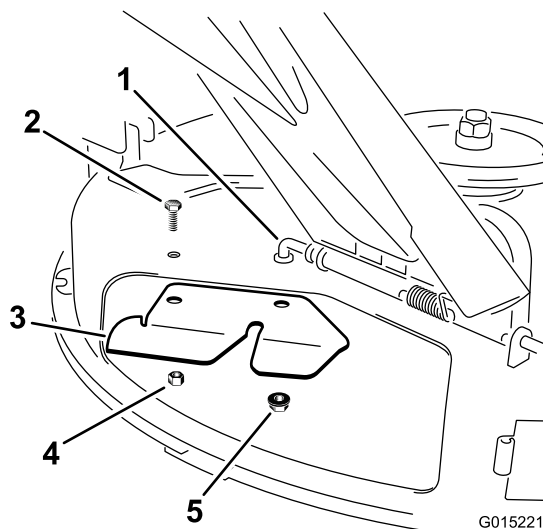

Figura 21
3. Instale la nueva chapa deflectora en la parte inferior de la carcasa (Figura 21). Sujétela con las fijaciones que retiró anteriormente.